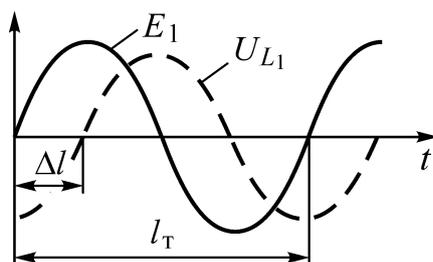

Рис. 8
3.3. Используя 2-х канальный осциллограф, получить на его экране изображение ЭДС E_1 (имеющей фазу 0°) с помощью канала А, и изображение напряжения U_{L_1} с помощью канала В. По смещению двух изображений (рис. 8) друг относительно друга, составив пропорцию, можно определить фазу φ_{L_1} напряжения U_{L_1} и сравнить его с предварительно рассчитанным.